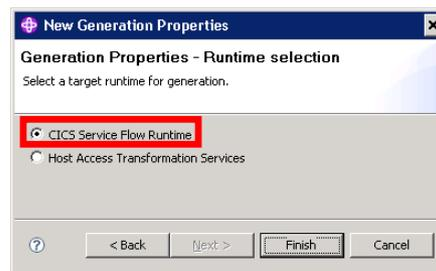

Abbildung 50
3. Im zweiten Schritt muss nur noch die Zielumgebung angegeben werden, für welche das properties file erstellt werden soll. Da wir einen Service Flow erstellen wollen, wählen wir hier **CICS Service Flow Runtime** und schließen den Wizard mit **Finish** (Abbildung 50).